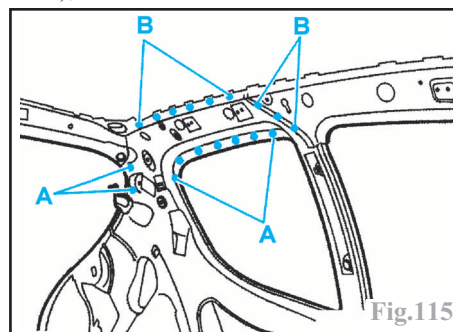

Fig.115
- par points électriques (suivant **A**) (avec l'équipement **AB1**) (Fig.115, 116, 117 et 118),